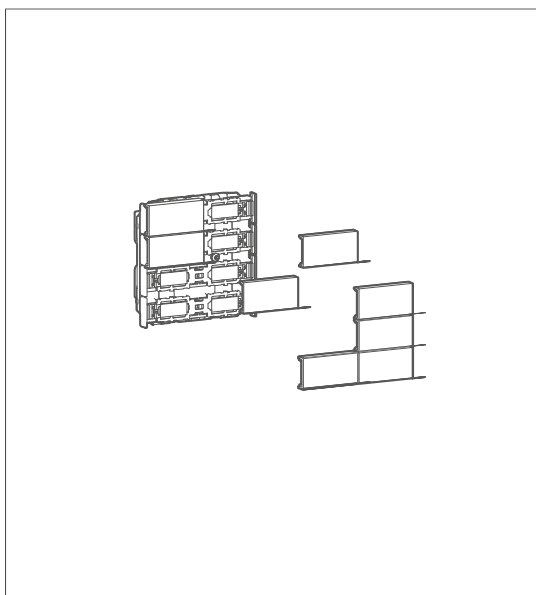

Fig. 11: Montaggio dei pulsanti
- Collegare i pulsanti sul modulo dei pulsanti (Fig. 11).